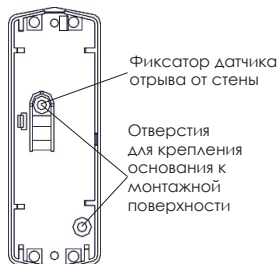

Рисунок 3 – Основание БОС
9.1 Выберите место установки элементов датчика и произведите разметку для их крепления. Для разметки могут быть использованы ДП и основание корпуса БОС (см. рисунок 3).